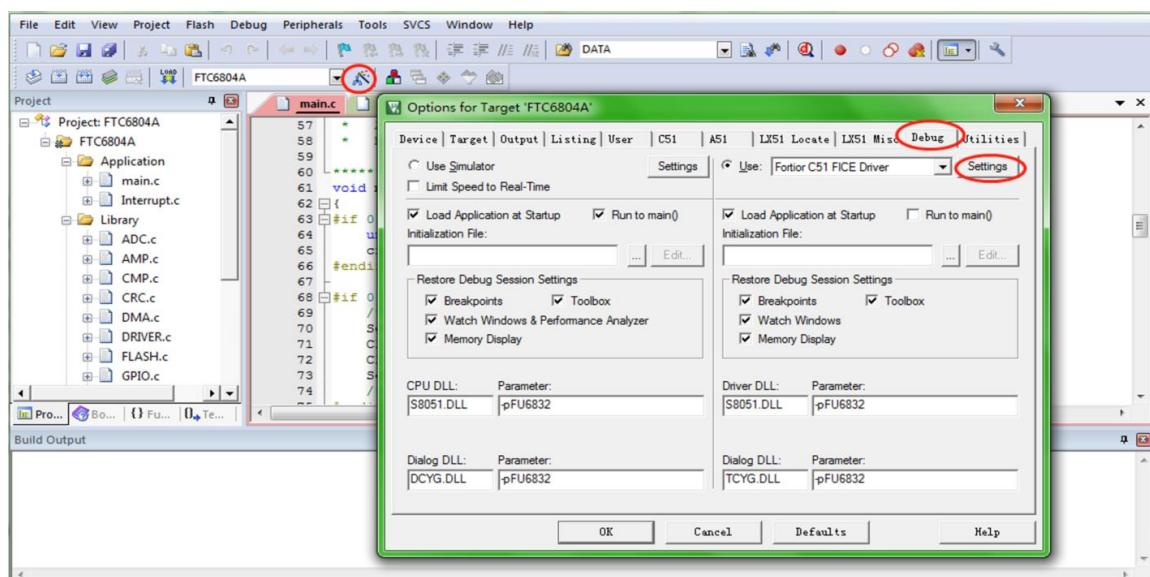

图 34-1 代码保护配置
1. 打开 8051 集成开发工具，编译前进入 Target Options 中并选择 Debug 选项卡，按照上图 34-1 所示进行选择，并点击 **Settings** 进入下一步设置；